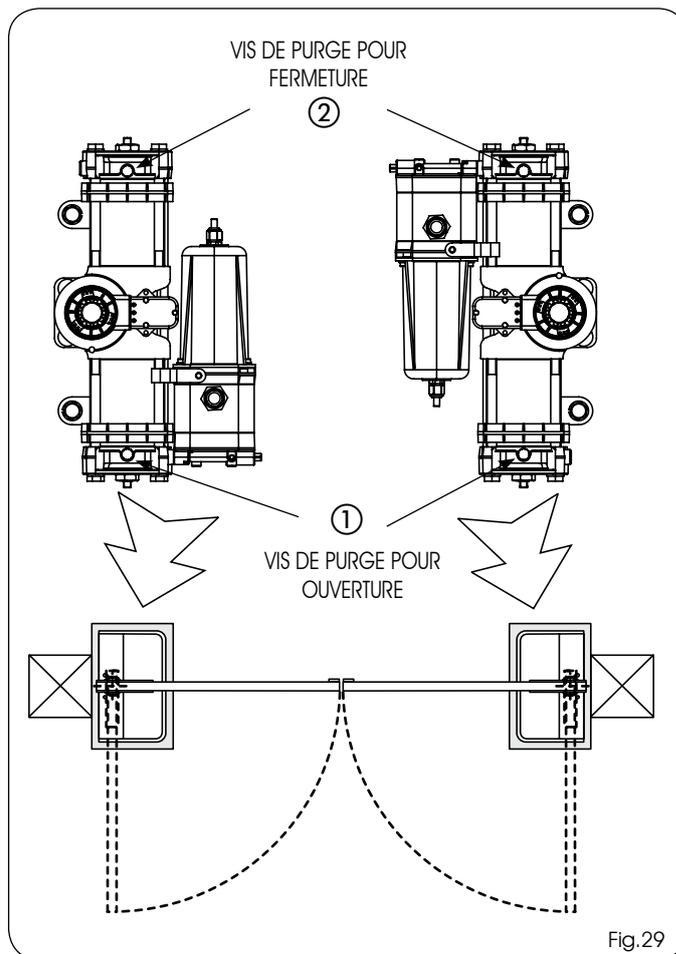

Fig.29
- 2) Durant le mouvement du vantail, desserrer la vis de purge d'ouverture (Fig.29 réf.①)
- 6) Durant le mouvement du vantail, desserrer la vis de purge de fermeture (Fig.29 réf. ②)